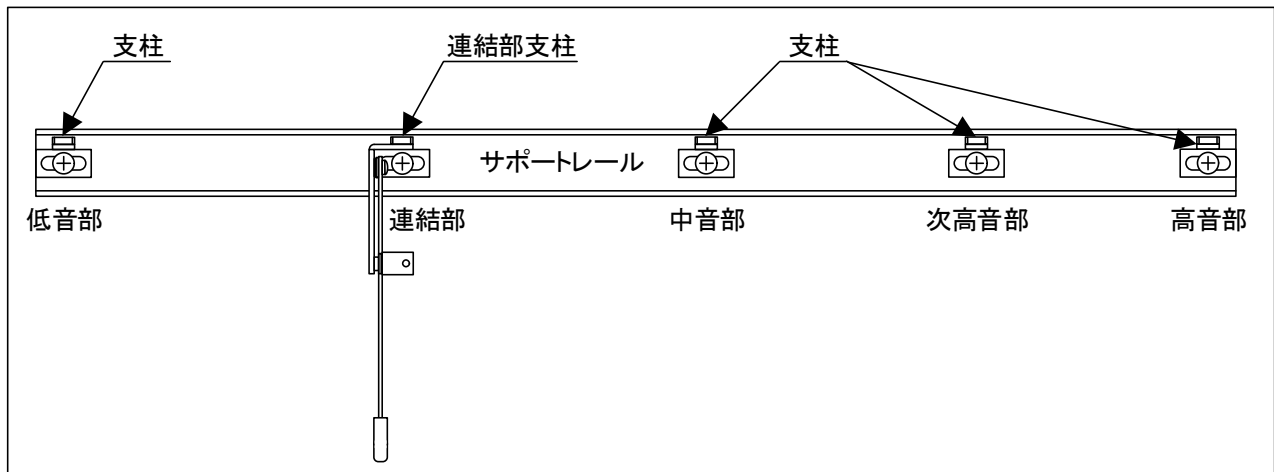

図4. 3-1 各支柱の取り付け
(1) アクションを箴に取り付ける。
(2) 図4. 3-1の様に低音部、中音部、次高音部、高音部には支柱を、連結部には連結部支柱をサポートレールスクリューで1ヶ所ずつ、先細ペンチで支柱が回転しないように押さえながら取り付ける。尚、次高音部に取付穴が無いピアノではサポートレールへの加工が必要となる。